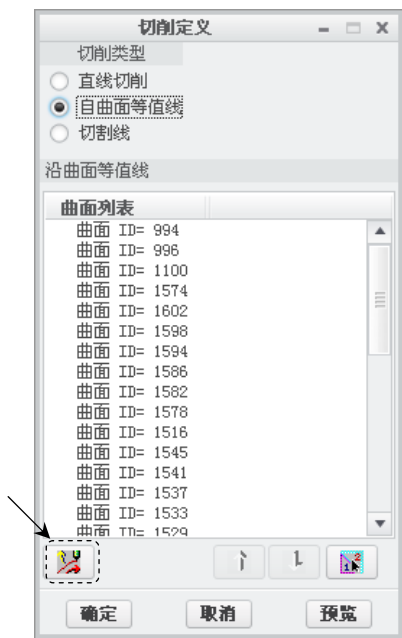

图 7.1.15 “切削定义”对话框
Step6. 在 **SELECT SRFS (选择曲面)** 菜单中选择 **Done/Return (完成/返回)** 命令, 然后选择基准平面 ADTM1, 此时弹出“切削定义”对话框, 选中 **自曲面等值线** 单选项, 如图 7.1.15 所示。